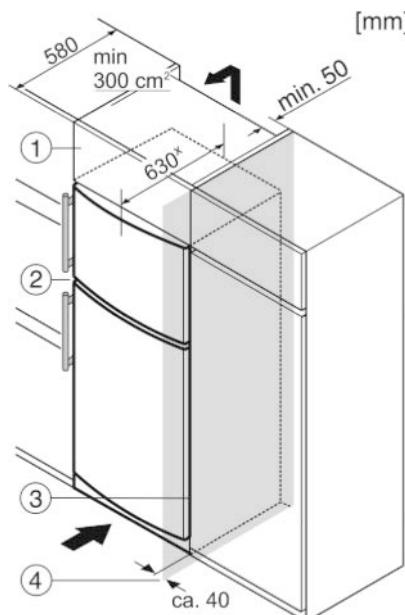

Fig. 7
- (1) Дополнительный шкафчик
(2) Устройство
- (3) Кухонный шкаф
(4) Стенка
Устройство может быть окружено кухонными шкафами. Чтобы уравнять устройство Fig. 7 (2) по высоте с кухонной стенкой, можно установить над устройством дополнительный шкафчик Fig. 7 (1).
При комбинировании с кухонными шкафами (глубина макс. 580 мм) устройство можно установить непосредственно рядом с кухонным шкафом Fig. 7 (3). Устройство выступает сбоку на 34 мм^x и по центру на 50 мм^x относительно передней стенки кухонного шкафа.
Если устройство установлено на шарницах у стены Fig. 7 (4), то расстояние между устройством и стеной должно быть не менее 40 мм. Настолько выступает ручка при открытой дверце.